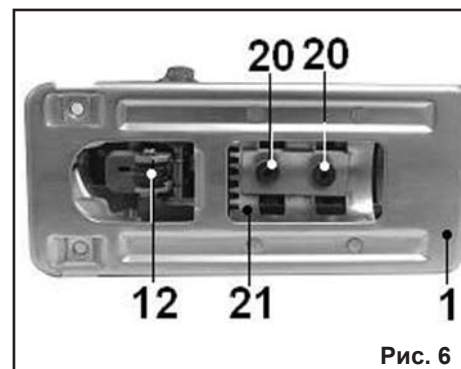

Рис. 6
7.4. Наклон подошвы (Рис. 6). Для моделей ЛЭ-600/60Э и ЛЭ-750/80Э.